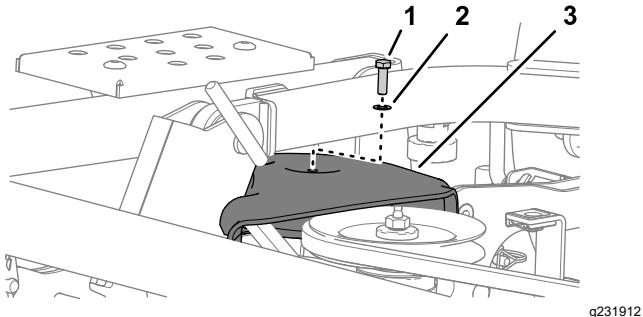

Figura 117
2. Rimuovete il bullone e la rondella che fissano il copripuleggia al piatto di taglio (Figura 117).
1. Allineate il copripuleggia sulla puleggia più a destra; fate riferimento alla Figura 117 in Rimozione del copripuleggia \(pagina 83\).